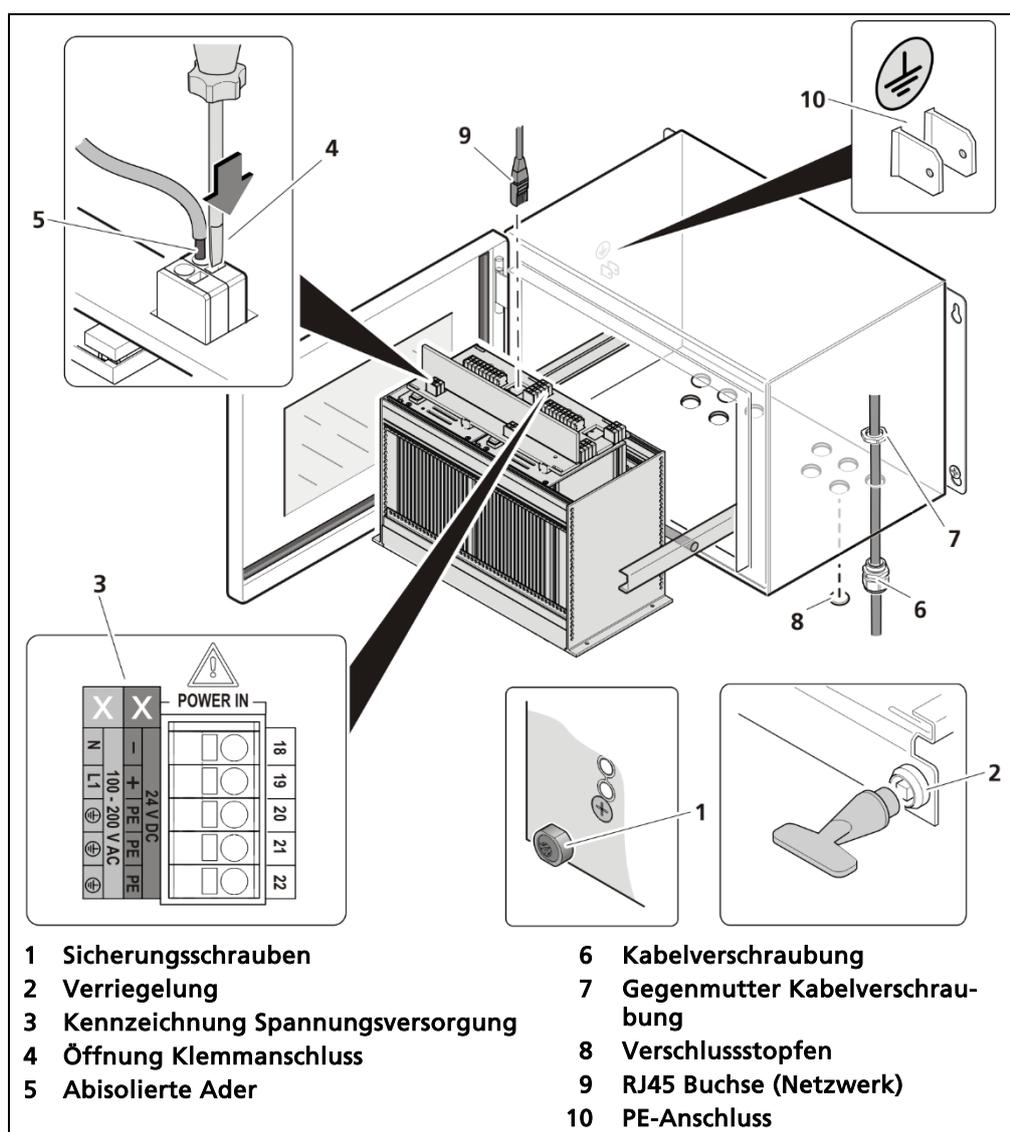

Abb. 20 Elektrischer Anschluss im Wandgehäuse (Bsp.: Master-Master)
1. Stellen Sie sicher dass die Sicherungsschrauben (Abb. 20, Pos.1) aller Module angezogen sind um ein Herausgleiten zu verhindern.
2. Lösen Sie die Verriegelung (Abb. 20, Pos.2) mit dem mitgelieferten Vierkantschlüssel und ziehen Sie den Baugruppenträger heraus.
4. Führen Sie die Leitungen durch die Kabelverschraubungen (Abb. 20, Pos.6), durch die Öffnungen des Wandgehäuses und durch die Gegenmutter der Kabelverschraubung (Abb. 20, Pos.7).
5. Verschrauben Sie die Kabelverschraubung (Abb. 20, Pos.6) mit der Gegenmutter (Abb. 20, Pos.7).
Es darf nur die Spannung des gekennzeichneten Bereichs (Abb. 20, Pos.3) angelegt werden!
7. Öffnen Sie mit einem Betätigungswerkzeug (Schlitz-Schraubendreher) den Klemmanschluss (Abb. 20, Pos.4) und führen Sie die abisolierte Ader (min. 8 mm) (Abb. 20, Pos.5) ein. Durch Herausziehen des Betätigungswerkzeuges wird der Klemmanschluss geschlossen.
8. Stecken Sie den Netzwerkstecker in die RJ45 Buchse (Abb. 20, Pos.9) (optional).
9. Überprüfen sie den korrekten Anschluss der PE-Leitung (Abb. 20, Pos.10).
10. Ziehen Sie für eine optimale Dichtheit und Zugentlastung alle Kabelverschraubungen (Abb. 20, Pos.6) an bis der Dichteinsatz zwischen Kabelverschraubung und Kabel schließt.